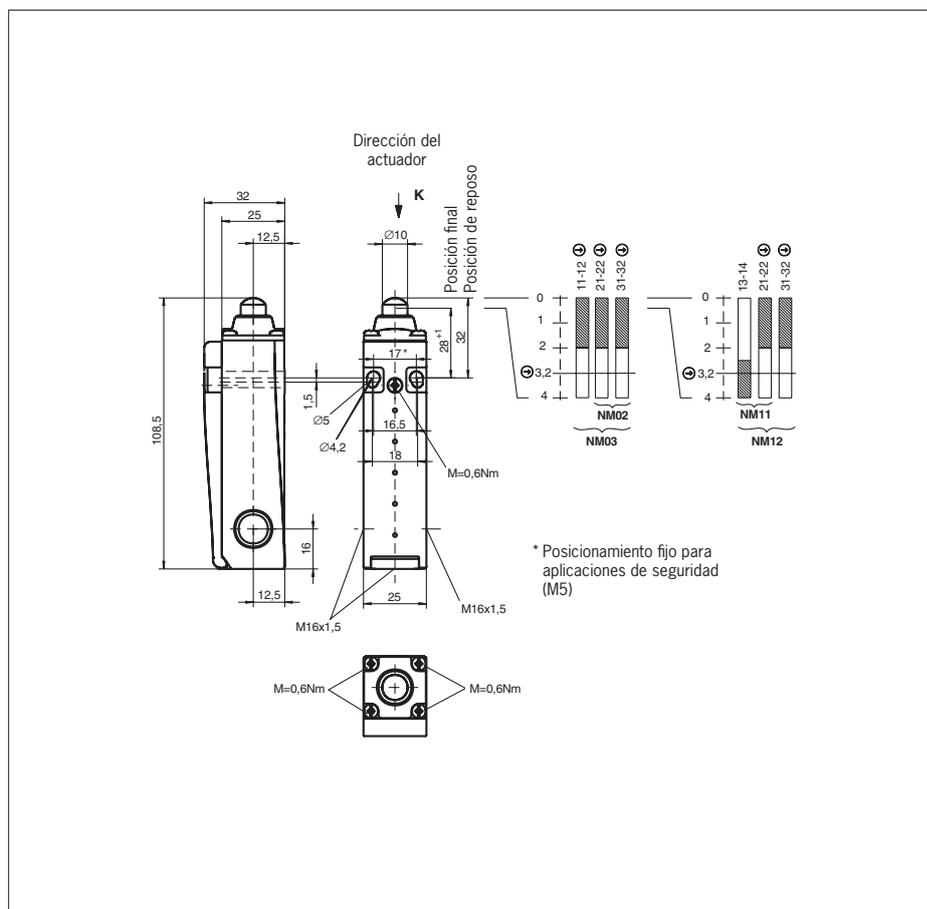

Fig. 6: Plano de dimensiones y diagramas de activación de NM11WO/NM02WO/NM12WO/NM03WO
- ▶ **Para NM..WO se aplica lo siguiente:** el tamaño de accionamiento máximo del interruptor de seguridad es de 28 mm (véase la Fig. 3 y la Fig. 6).